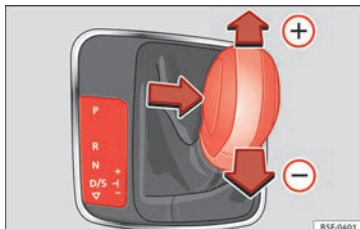

Fig. 144 Consola central: engrenar com Tiptronic.
- Empurre a alavanca seletora para a frente **+** para engrenar uma mudança mais alta **» Fig. 144.**